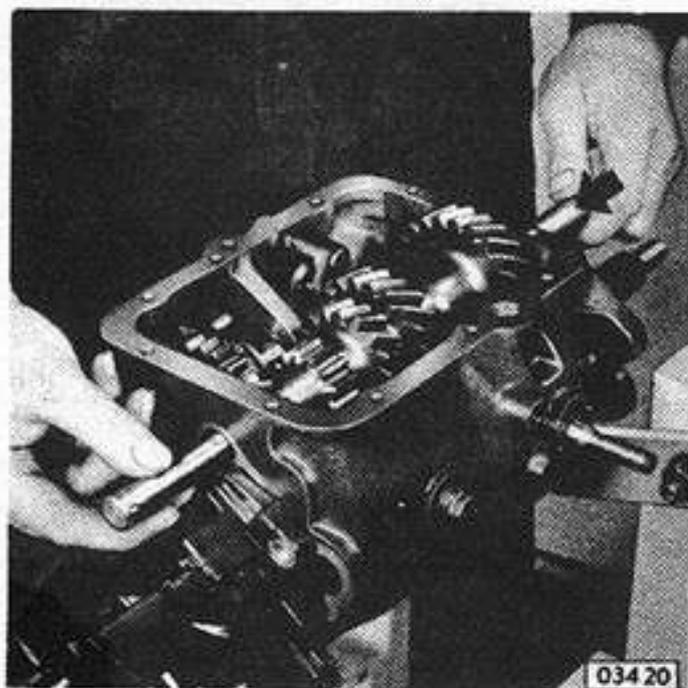

Fig. 5 - Extracción del eje del quíntuple
2. Sacar el eje del quíntuple desde adelante hacia atrás (trabar la bolilla) introduciéndola en la herramienta especial N° 0360 (Fig. 5).